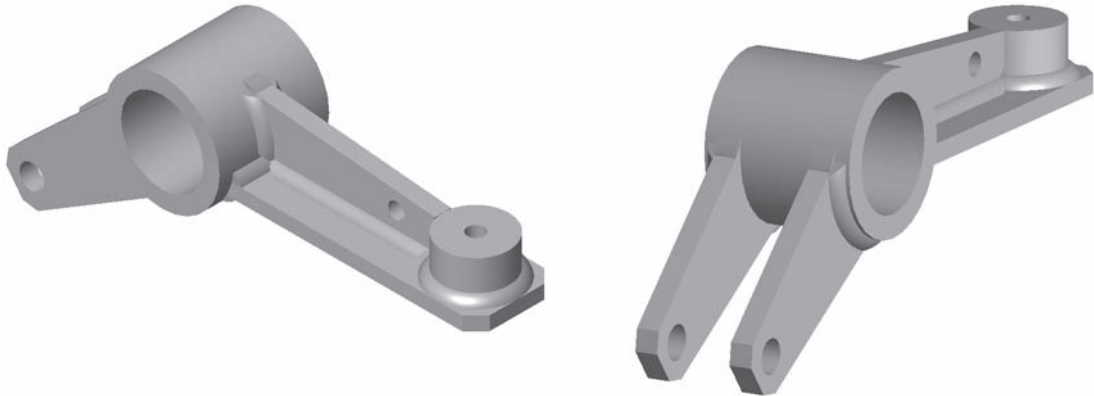

Figure 24.10
- Les figures 24.10 et 24.11 représentent la pièce 1 qui est une pièce mécano-soudée. En vous servant des figures donner le nombre de cordons de soudure pour souder cette pièce :